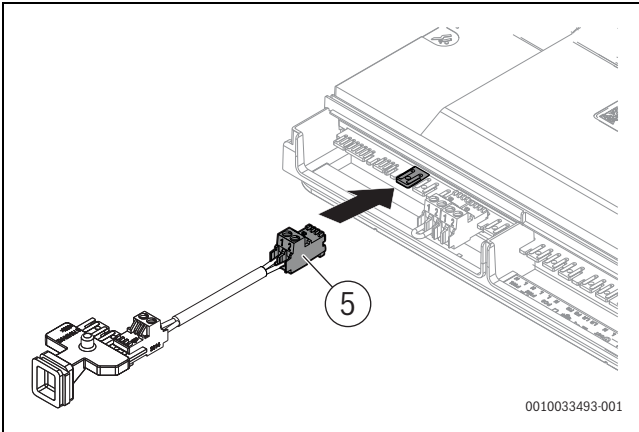

Bild 142 BUS-Kabel am BUS-Steckplatz der Klemmleiste anschließen
- ▶ BUS-Kabel der Anschlussleiste (→ Bild 142, [5]) am BUS-Steckplatz der Klemmleiste anschließen.